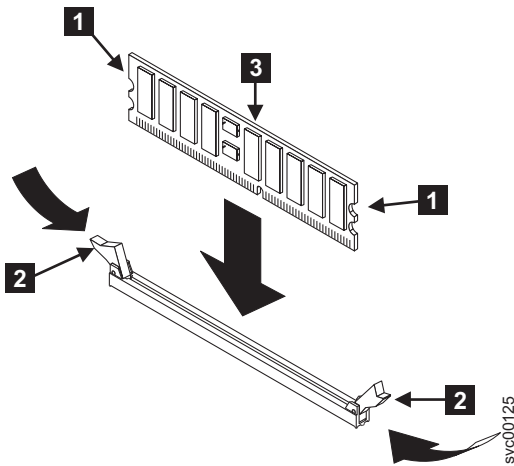

図 118. メモリー・モジュールの再取り付け
1. クリップ **2** を開き、図 118 に示すように、メモリー・モジュール **3** を下げてコネクタに差し込みます。 DIMM を完全に差し込んで、クリップを閉じます。